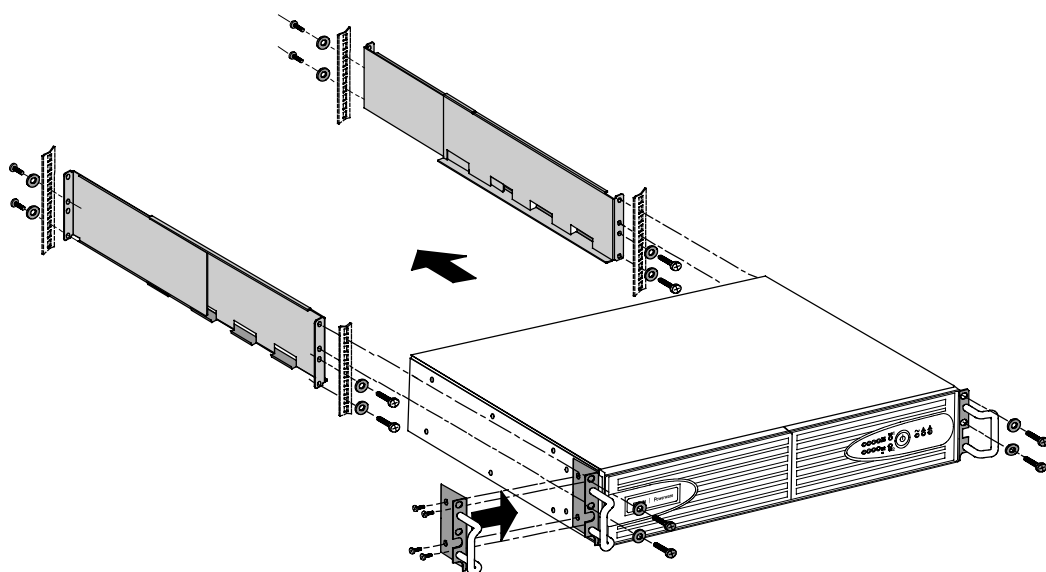

Рисунок 4. Установка комплекта направляющих
3. При помощи двух шайб М5 и двух винтов М5 прикрепите направляющую к задней стенке стойки (см. Рисунок 4).
7. Прикрепите прилагаемые монтажные скобы к шкафу и закрепите их четырьмя винтами М4 с каждой стороны (см. Рисунок 4).
10. Прикрепите переднюю часть шкафа к стойке двумя шайбами М5 и двумя винтами М5 с каждой стороны (см. Рисунок 4).